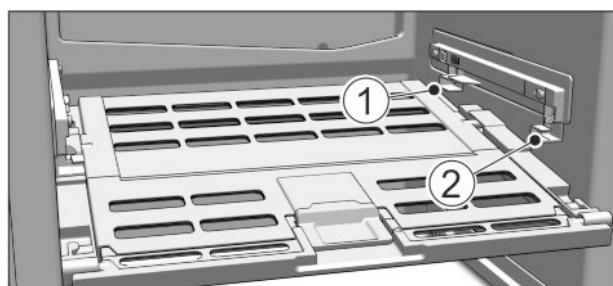

Fig. 16
- ▶ Установка крышки отделения с функцией для хранения овощей и фруктов Fruit & Vegetable-Safe: Вставить попречные ребра крышки через низ в задний держатель Fig. 16 (1) и защелкнуть спереди на держателе Fig. 16 (2).